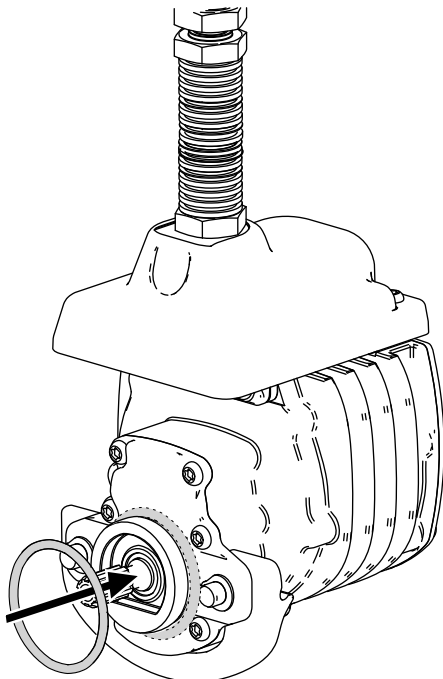

Figura 9
3. Instale una junta tórica en cada motor del molinete, tal y como se muestra en la Figura 9.